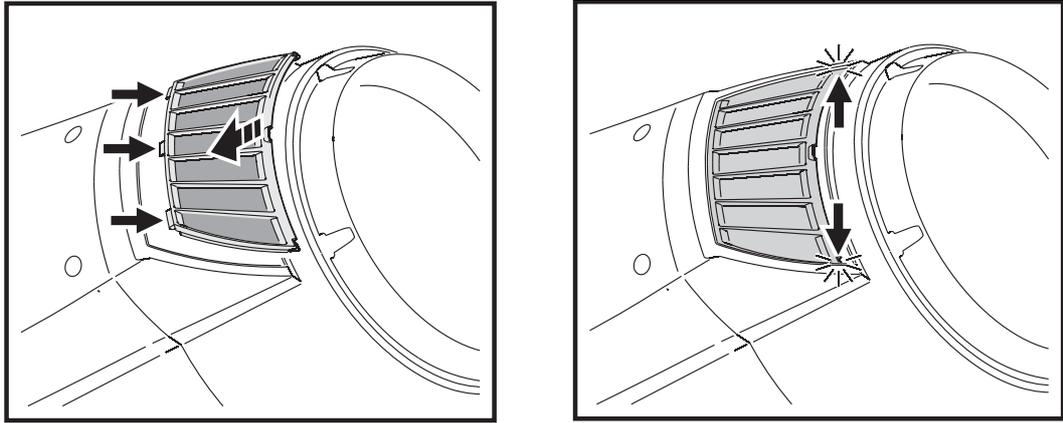

Figure 19: Remontage des filtres à air de la tête
6. Voir Figure 19. Engagez les 3 onglets des porte filtres de la tête dans les encoches prévues, comprimez légèrement les porte filtres par les extrémités et engagez-les dans la tête pour les repositionner.